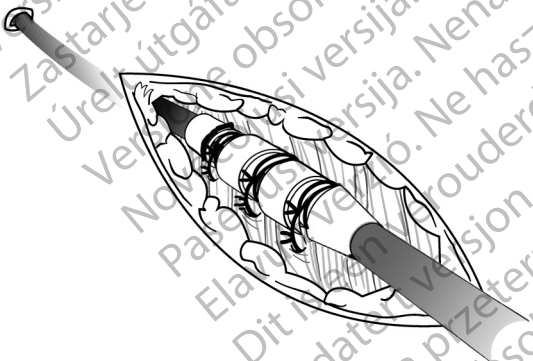

Figura 9. Ejemplo de manguito de sutura, técnica de implantación percutánea
1. Pele la vaina introductora y deslice el manguito de sutura profundamente en el tejido (Figura 9 Ejemplo de manguito de sutura, técnica de implantación percutánea en la página 28).